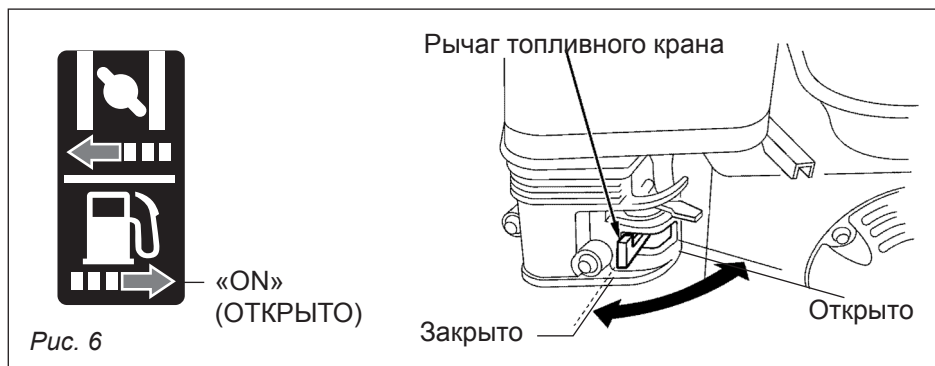

Рис. 6
Переместите топливный кран в положение «Открыто» (ON) и убедитесь, что нет утечки топлива (рис. 6).